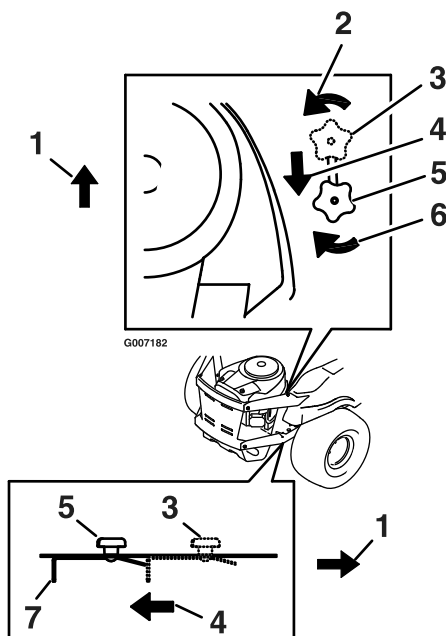

Figura 20
3. Localice los pomos de liberación en ambos lados de la plataforma del motor (Figura 20).
- Afloje el pomo girándolo en el sentido contrario a las agujas del reloj. Luego tire la palanca de liberación situada debajo de la máquina (Figura 20) hacia la parte trasera de la misma, y vuelva a apretar el pomo para bloquear la palanca de liberación en posición de liberado. Repita en el otro lado de la máquina.
Afloje el pomo de liberación, empuje las palancas de liberación hacia adelante, y apriete de nuevo el pomo para engranar el sistema de transmisión (Figura 20).